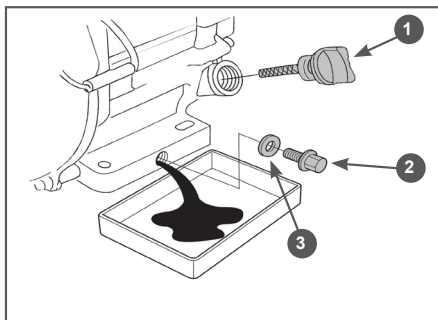

Рис. 13 Замена моторного масла
4. Очистите от загрязнений крышку-щуп и зону вокруг маслозаливной горловины. Извлеките крышку-щуп из маслозаливной горловины (Рис. 13) и протрите щуп чистой ветошью
5. Открутите пробку для слива масла и слейте отработанное масло в подготовленную для этого емкость (Рис. 13).